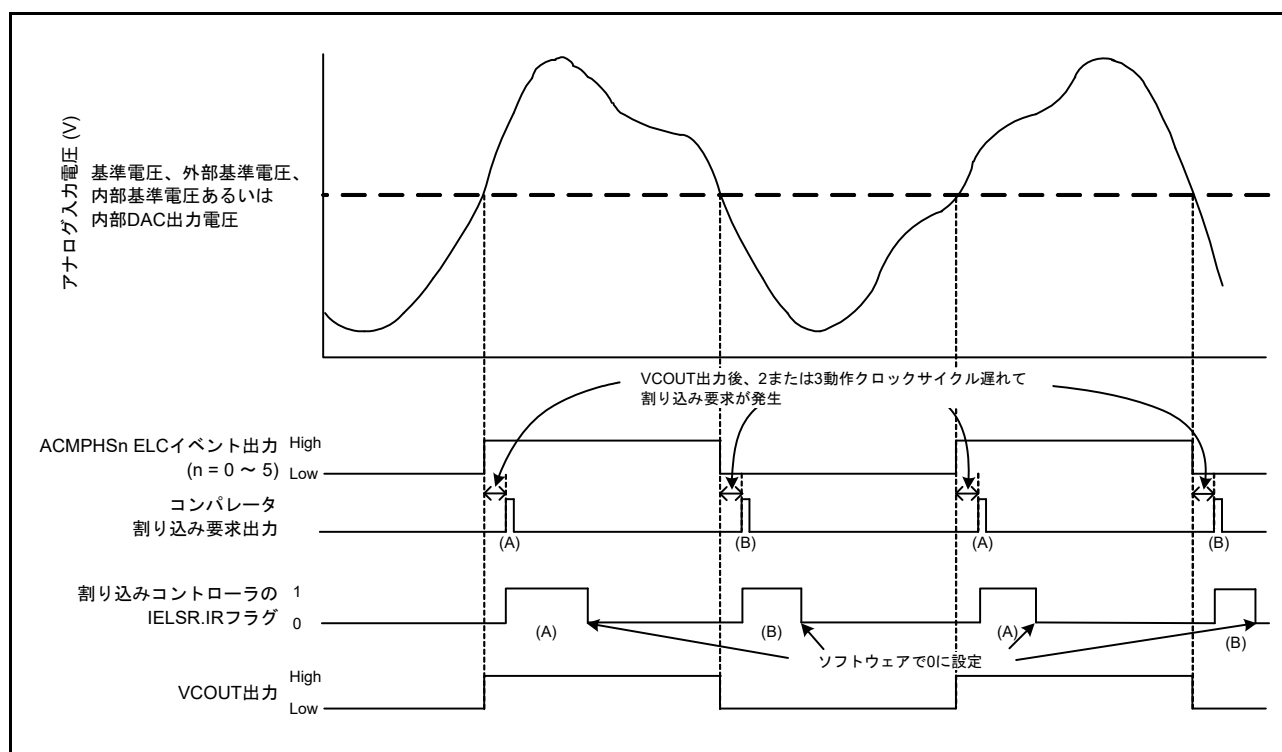

図 38.2 ACMPHS の動作例
ACMPHS の動作例を図 38.2 に示します。アナログ入力電圧が ACMPHS 基準入力電圧より高くなると VCOOUT 出力は 1 になり、低くなると 0 になります。ACMPHS 出力が変わると、割り込み要求および ELC イベントが出力されます。
図 38.2 は $CPOE = 1$ (端子出力許可)、 $CDFS[1:0] = 00b$ (フィルタ不使用)、および $CEG1 = CEG0 = 1$ (両エッジ検出を選択) の場合に適用されます。 $CINV = 0$ 、 $CEG0 = 1$ 、 $CEG1 = 0$ (ACMPHS からの非反転出力信号の立ち上がりエッジ検出を選択) の場合、IELSR.IR フラグは (A) で示されるように変化します。 $CINV = 0$ 、 $CEG0 = 0$ 、 $CEG1 = 1$ (ACMPHS からの非反転出力信号の立ち下がりエッジ検出を選択) の場合、IELSR.IR フラグは (B) で示されるように変化します。 $CPOE = 1$ の場合、VCOUT は ELC イベント出力を直接出力します。